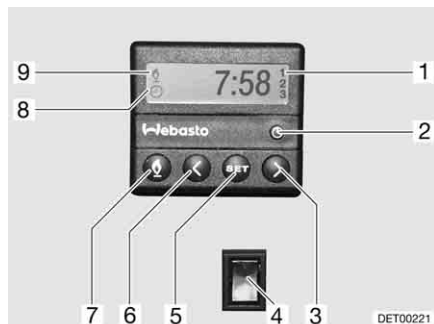

Fig. 165 Centralina di controllo per riscaldamento fisso
- Premere il tasto (Fig. 165,7). Il funzionamento del riscaldamento viene indicato con il simbolo (Fig. 165,9).
- Premere il tasto (Fig. 165,7). Il simbolo (Fig. 165,9) si spegne.
- Premere l'interruttore (Fig. 165,4) in basso. Il motore viene preriscaldato.
- Premere l'interruttore (Fig. 165,4) in alto. Il motore rimane freddo.
- Premere il tasto (Fig. 165,2). L'impostazione dell'ora viene indicata con il simbolo (Fig. 165,8).
- Impostare l'ora con i tasti (Fig. 165,3 e 6).
- Premere il tasto (Fig. 165,5).
- Impostare l'orario di accensione con i tasti (Fig. 165,3 e 6) entro 10 secondi.
- Premere il tasto (Fig. 165,5) fino a che nel display (Fig. 165,1) non appare il numero di programmazione desiderato.